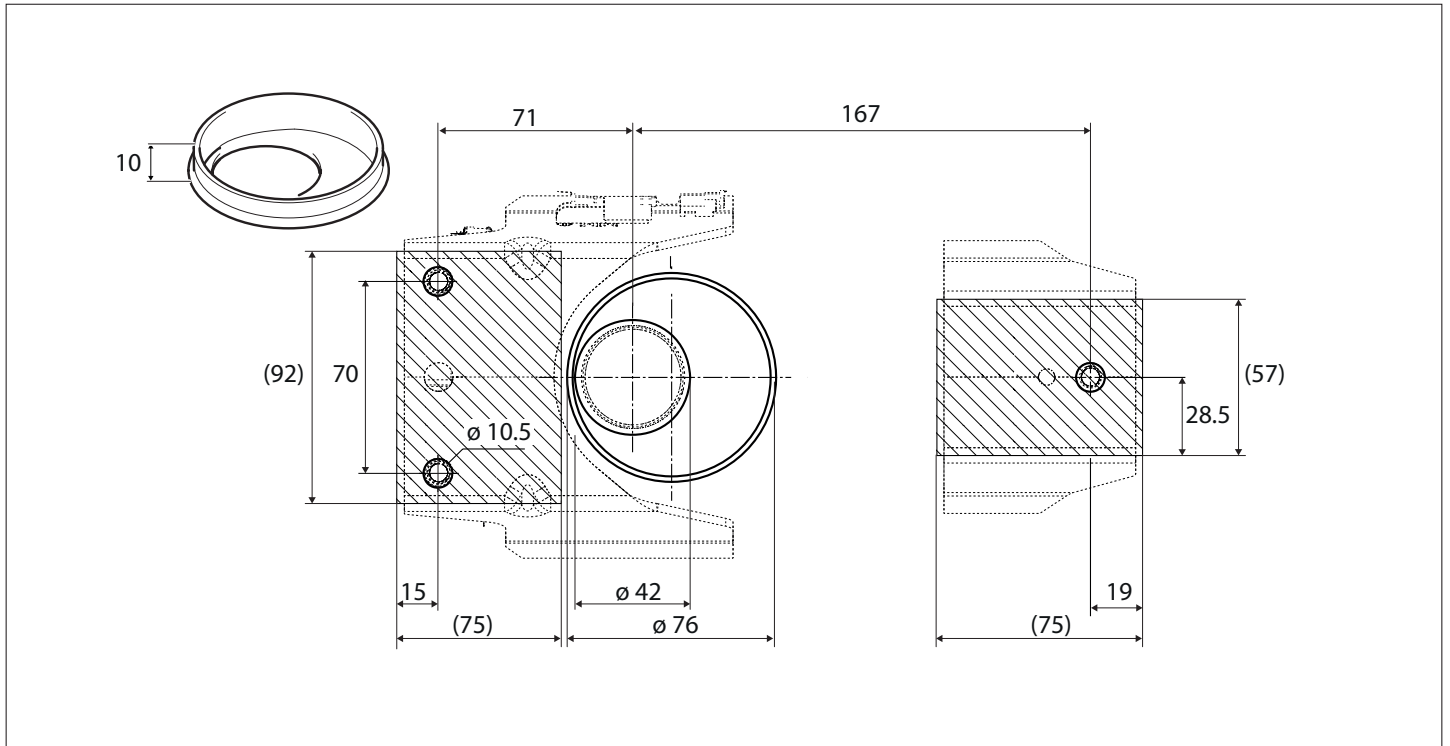

Abb. 05: Befestigungspunkte (Schutzring optional) (in mm)
- ▶ Passende Befestigungspunkte im Fahrzeug vorsehen, siehe Abb. 05.
- ▶ Abgasleitung vor Kontakt mit Brennstoff schützen. Bei Bedarf Schutzring auf die Bodenplatte schweißen, so dass ein Kontakt von Brennstoff und heißer Abgasleitung vermieden wird, siehe Abb. 05.